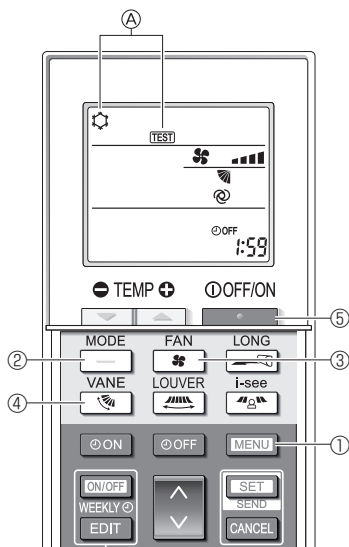

Fig. 8-5
2. Appuyez sur la touche **MENU** ① pendant 5 secondes. (Fig. 8-5) (Effectuez cette opération lorsque l'affichage de la télécommande est éteint.)
3. Appuyez sur la touche **MENU** ①. La mention (A) [TEST] et le mode de fonctionnement en cours sont affichés. (Fig. 8-5)
4. Appuyez sur la touche **MODE** ② pour activer le mode refroidissement, puis vérifiez que de l'air froid est soufflé par l'appareil.
5. Appuyez sur la touche **MODE** ② pour activer le mode chauffage, puis vérifiez que de l'air chaud est soufflé par l'appareil.
6. Appuyez sur la touche **FAN** ③ et vérifiez que la vitesse du ventilateur change.
7. Appuyez sur la touche **VANE** ④ et vérifiez que l'aillette automatique fonctionne correctement.
8. Appuyez sur la touche **CANCEL** ⑤ pour terminer l'essai de fonctionnement. (Après deux heures, un signal sera émis pour arrêter l'essai de fonctionnement.)